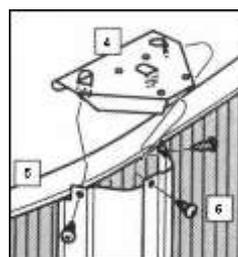

fig. 28
c. Ponga una placa superior T2 (4) (ref. 571) encima del borde superior de la pared de la piscina y sobre el perfil vertical (VER), con las lengüetas en el interior del perfil, fig. 28.
d. Alinee los orificios para colocar los tornillos TO2 (6), fig. 28, en los tres agujeros del perfil vertical, asegurándose que se fijan en los agujeros de las lengüetas de la placa T2 (6).